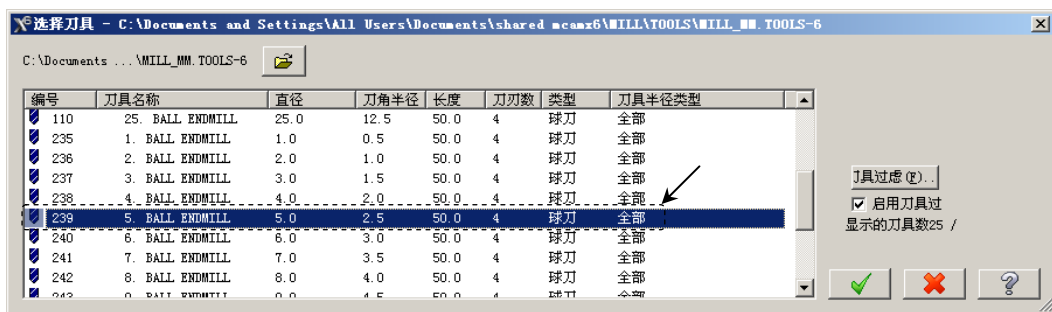

图 15.24 “选择刀具”对话框
Step4. 选择刀具。在“曲面精加工平行铣削”对话框中单击 **选择刀库** 按钮，系统弹出“选择刀具”对话框，在该对话框的列表框中选择图 15.24 所示的刀具。单击 **✓** 按钮，关闭“选择刀具”对话框，系统返回至“曲面精加工平行铣削”对话框。